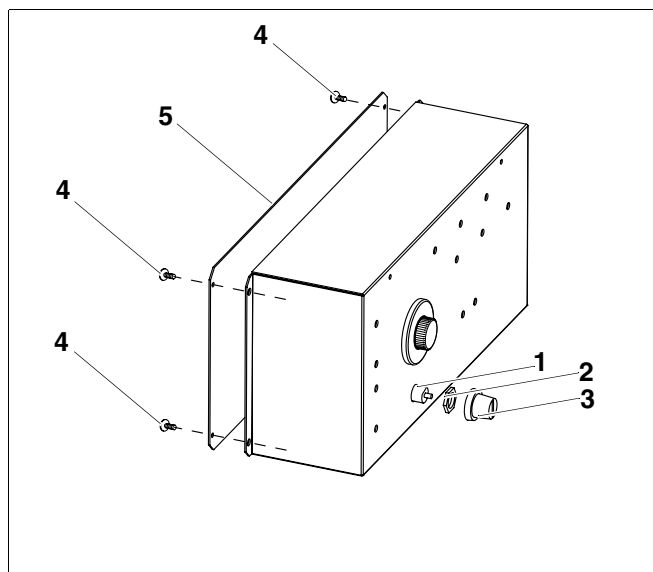

Fig. 60 Aparatul suplimentar de reglare HT 3101
- Se deșurubează (fig. 60, **poz. 4**) șuruburile de la capacul carcasei (fig. 60, **poz. 5**).
- Se detașează capacul (fig. 60, **poz. 5**) carcasei.
- Se scoate capacul de protecție (fig. 60, **poz. 3**).
- Se desface piulița de la STB (fig. 60, **poz. 2**).